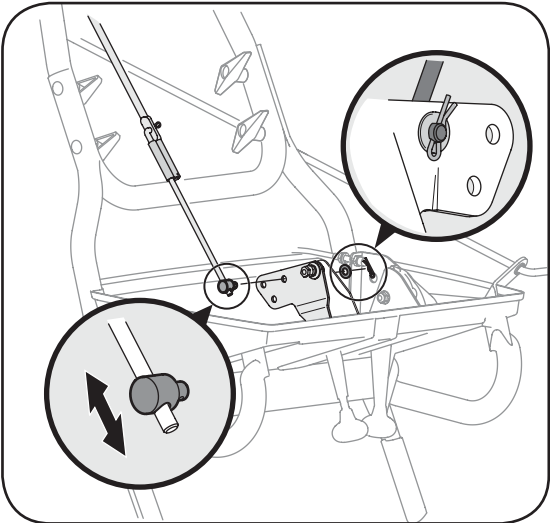

Figure 5-1
S'il n'est pas possible d'utiliser toutes les vitesses (avant et arrière), voir la Figure 5-1 et ajustez le levier de vitesses comme suit:
1. Regardez sous le tableau de bord et notez dans lequel des trois trous du levier de vitesses la virole a été insérée. Notez aussi le sens de l'insertion. Retirez ensuite la goupille fendue interne et la rondelle plate qui se trouvent sur la virole et dégagez la virole du levier de vitesses. Voir la Figure 5-1.
4. Vissez ou dévissez la virole sur la tige du levier de vitesses selon le besoin, jusqu'à ce que la virole soit alignée avec le trou dans lequel elle se trouvait plus tôt. Voir la Figure 5-1.